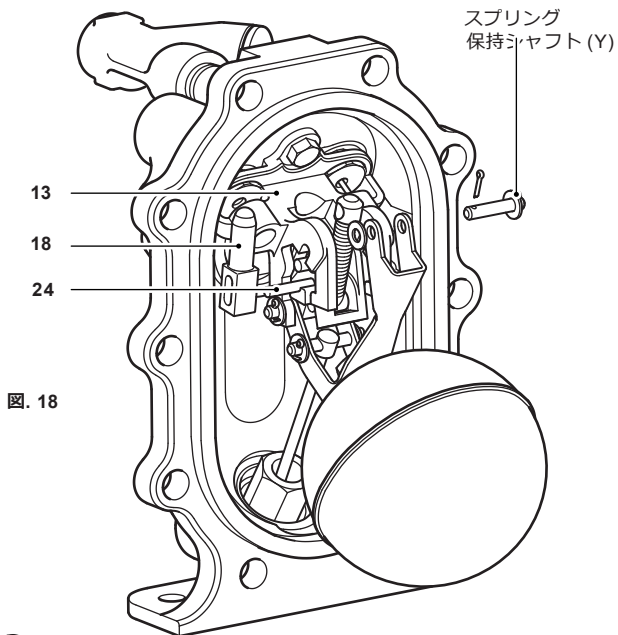

図. 18
4. スプリング保持シャフト（Y）から割ピンとワッシャーを取り外します。（図18 を参照）
7. アクチュエータアームのスピゴット（部品番号24、図18参照）から排気弁をやさしく取り外し、小さな排気弁圧縮スプリングを損傷・紛失しないよう注意してください。